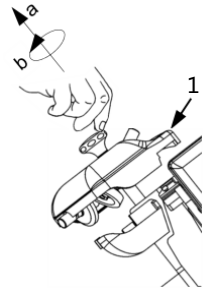

Abb. 25
3. Lösen Sie die Befestigungsschraube des Messerschärfers (18), ziehen Sie die Kappe (1) hoch (a, Abb. 25) und drehen Sie sie um 180° (b, Abb. 25).